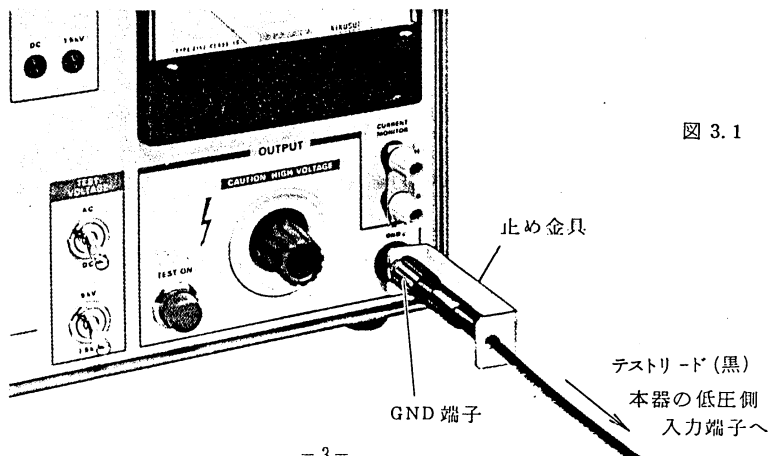

図 3.1
(1) 被校正器である耐圧試験器のGND端子を大地アースに確実に接続して下さい。接地が不完全であれば、出力を大地または電源ラインに短絡した場合に本器の筐体が高電圧に充電されることがあり、筐体に触れた時に危険です。
(2) GND側のテストリードの接続方法を図3.1に示します。このリード線が断線していないか使用の度に点検して下さい。接続が不完全ですと本器全体が高電圧に充電されることがあり危険です。
- (1) 測定を行う前に3.2項の「取り扱い上の注意」を熟読し、下記の手順で準備を行います。
- (2) 先づ、本器背面のGND端子を大地に接地します。
- (3) 次に、電流計の指針が“0”目盛の上にあることを確認して下さい。ずれている場合には指針が正しい位置に乗るように、メータ中央の“0”調整器を調整して下さい。
- (4) 本器の入力端子と被校正器である耐圧試験器の出力端子を接続します。低圧側端子間を黒のテストリードを用いて、図3.1(3ページ)の要領で接続します。GND端子のノブを用いてテストリード付属の止め金具を確実に固定して下さい。